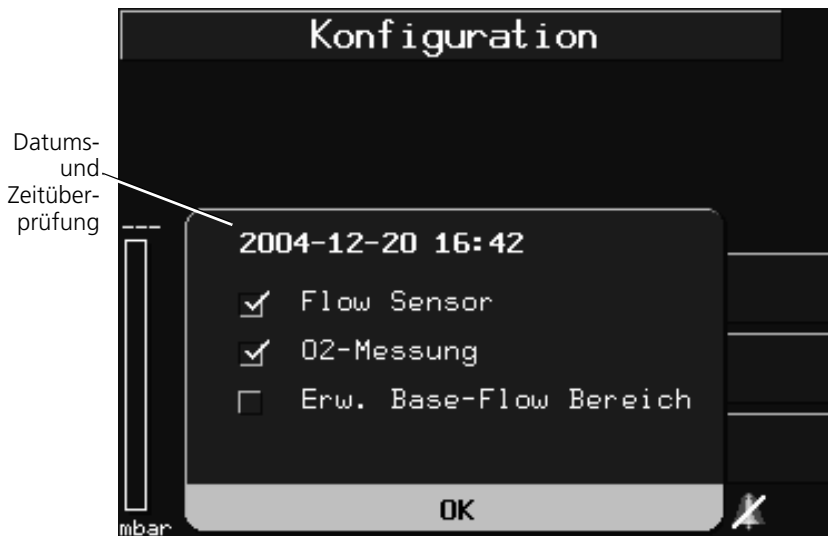

Abbildung E-10. Fenster Hilfsmittel 1, Konfigurationsmodus
1. Wählen Sie das Menü Hilfsmittel aus. Das Fenster Hilfsmittel 1 öffnet sich (Abbildung E-10).